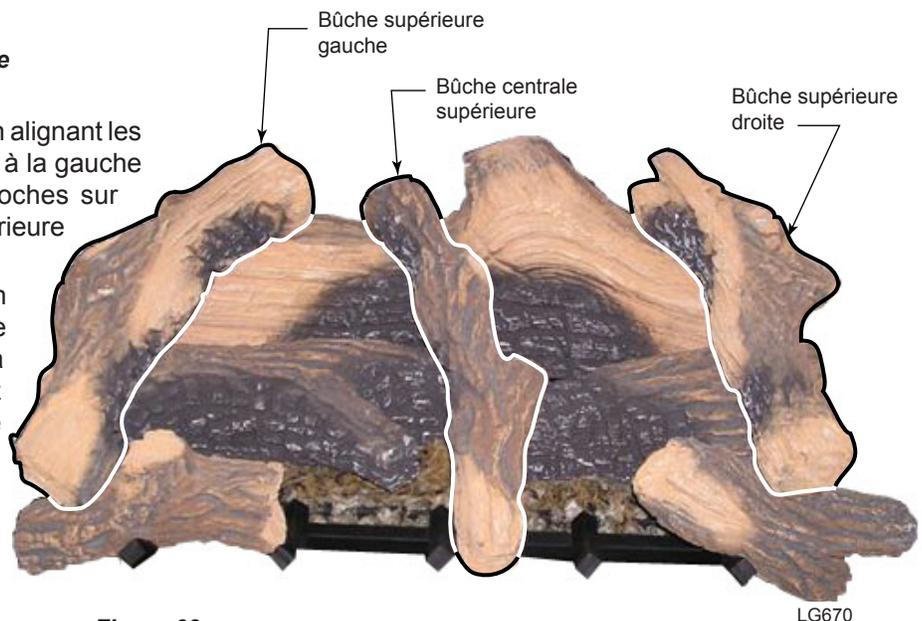

Figure 63 -
7. Placez la bûche supérieure gauche en alignant les deux saillies se trouvant à l'arrière et à la gauche des bûches centrales avec les encoches sur la partie inférieure de la bûche supérieure gauche. *Figure 63*
8. Placez la bûche supérieure centrale en alignant les saillies situées au centre de la bûche arrière avec l'encoche à la partie inférieure de la bûche. Déposez l'extrémité avant de la bûche sur le côté droit de la barre centrale de la grille. *Figure 63*
9. Placez la bûche supérieure droite en alignant les deux saillies se trouvant à l'arrière et à la droite des bûches centrales avec les encoches sur la partie inférieure de la bûche supérieure droite. *Figure 63*